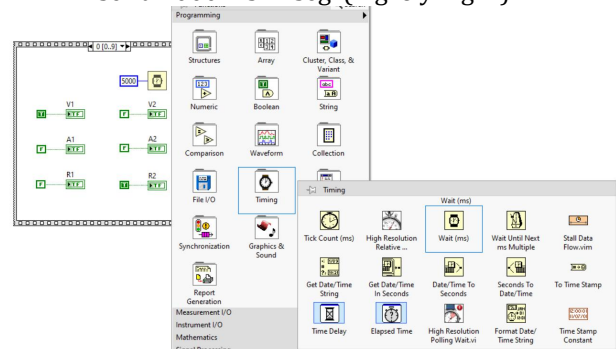
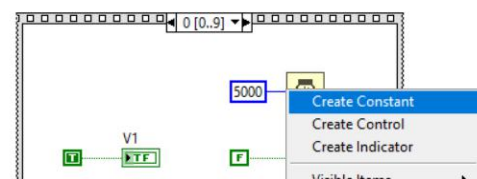

Fig. 6 "Timing"
Fig. 7 "Create Wait Constant"
- Realizamos la conexión entre el True Constant y el Indicator, serían 6 controladores y 6 indicadores. Ahora agregamos el Timer. Clic derecho/Timing/Wait (ms). Después en la parte izquierda del Wait (ms), clic derecho/create constant y le damos el valor en ms del tiempo, para cada frame será diferente, para el primero sería 7000 ms=1 seg. (Fig. 6 y Fig. 7)